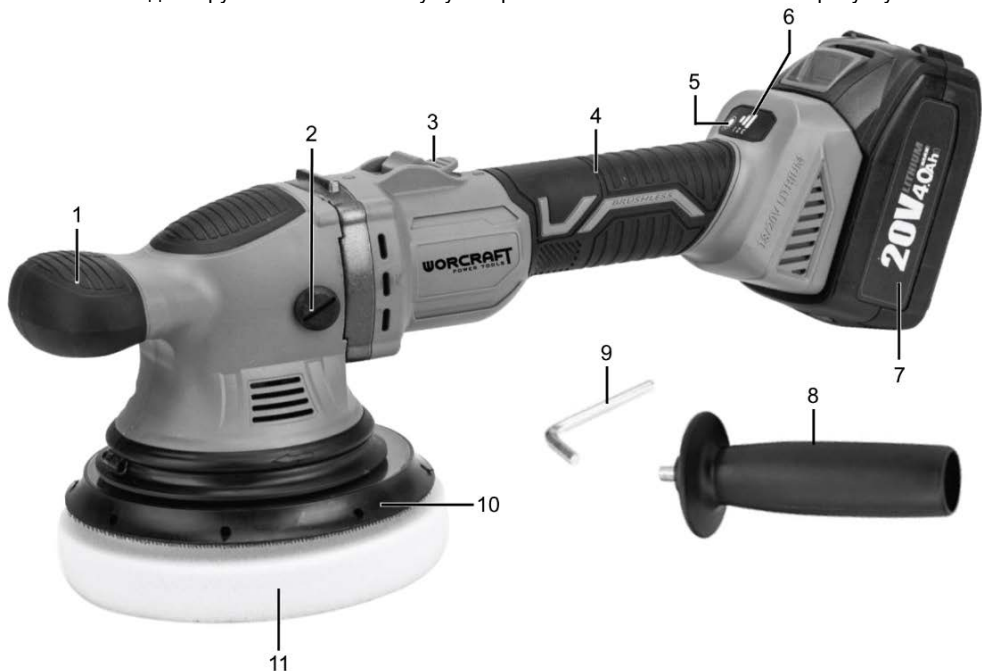

Рисунок 1
- встановіть бічну рукоятку (8, рисунок 1) в зручне для роботи положення, попередньо викрутивши гвинт-заглушку (2, рисунок 1) з потрібного боку (дивіться рисунок 2);
- встановіть полірувальне оснащення (11, рисунок 1) згідно з вибраним типом робіт на липучку опорної тарілки (10, рисунок 1), перевірте надійність його фіксації (дивіться рисунок 3);
- під'єднайте належним чином акумуляторну батарею (7, рисунок 1), як це показано на рисунку 4;
- встановіть потрібний швидкісний режим послідовним натисканням кнопки перемикачів режимів (5, рисунок 1), орієнтуючись за трьома індикаторами (6, рисунок 1);
- увімкніть виріб клавішею вимикача (3, рисунок 1) в режимі холостого ходу для перевірки функціонування виробу (дивіться рисунок 5). Також виконуйте перевірку після кожної заміни полірувального оснащення.
- увімкніть полірувальну машину клавішею вимикача (3, рисунок 1);
Після тривалої експлуатації опорна полірувальна тарілка (10, рисунок 1) може деформуватися або зламатися. У такому випадку її потрібно замінити на нову. За допомогою шестигранного ключа (9, рисунок 1) відкрутіть фіксувальний гвинт і зніміть опорну тарілку. Після цього встановіть нову опорну тарілку та зафіксуйте її гвинтом.